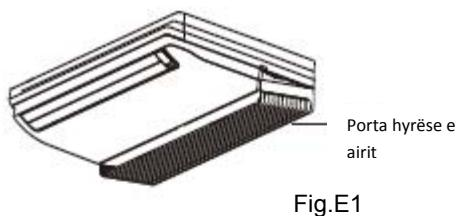

Fig.E1
1. Lëvizni portën hyrëse të ajrit (shih fig E1).